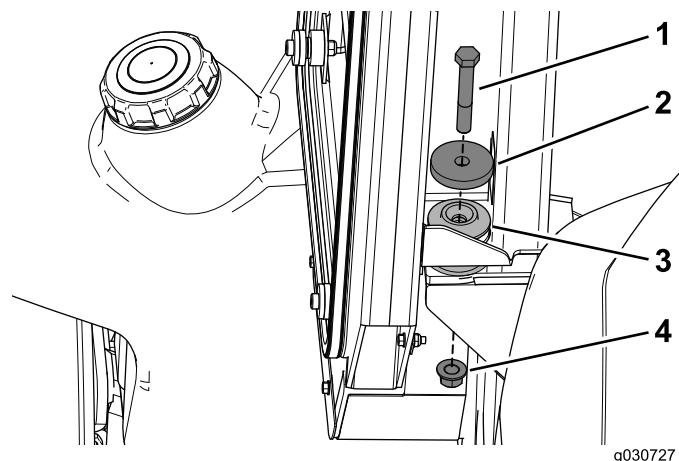

Figura 24
3. Utilizzate un bullone (1/2 x 3-1/4 poll.), una rondella del diametro di 5,7 cm e un dado di bloccaggio per fissare la cabina ai supporti posteriori sulla macchina (Figura 24).